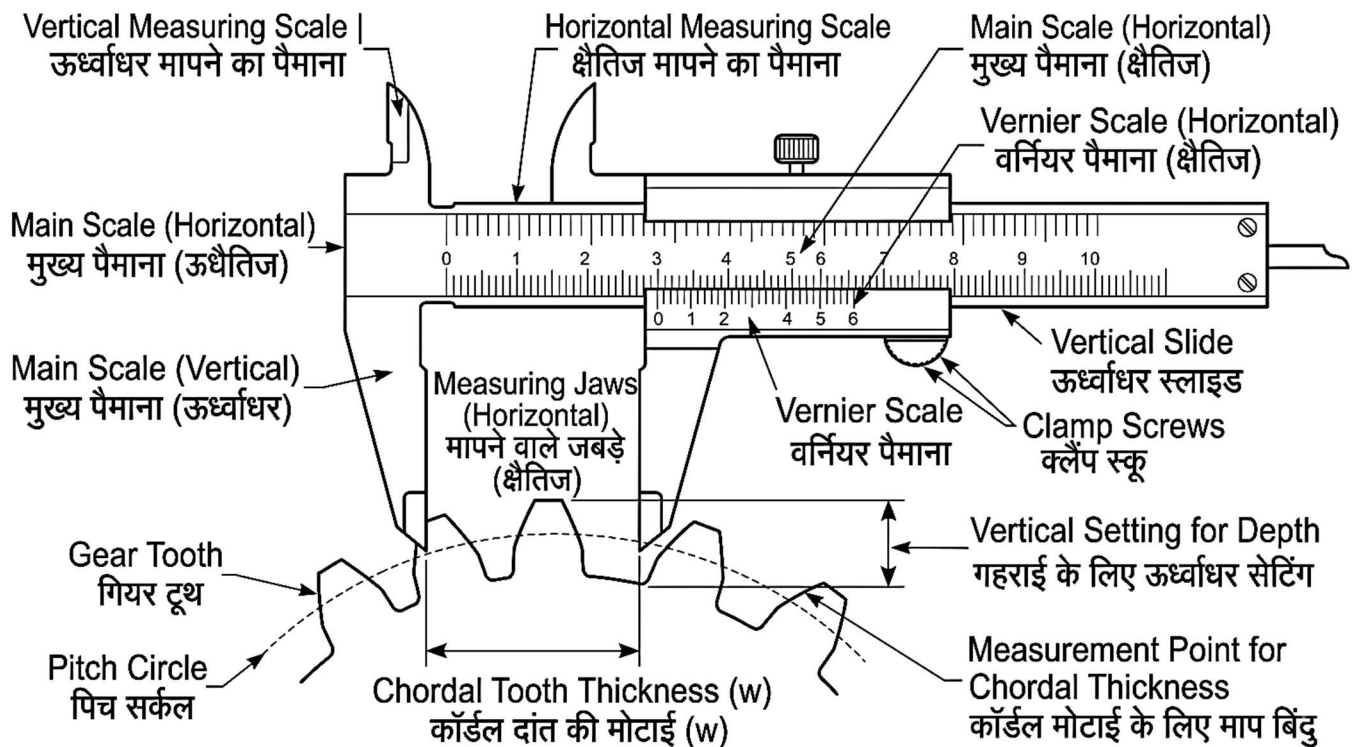

Fig. 2.9: Gear Tooth Vernier Caliper and Its Parts | गियर दूथ वर्नियर कैलिपर एवं उसके भाग
2.9.1 Introduction (Fig. 2.9)
2.9.1 परिचय (Fig. 2.9)